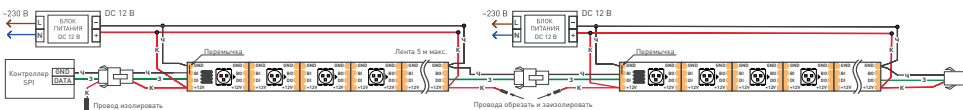
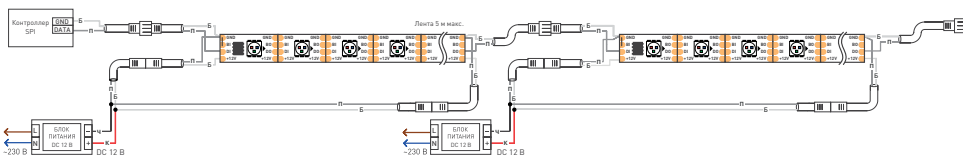

Рис. 1. Схема подключения лент SPI-5000 и SPI-5000SE
Рис. 2. Схема подключения лент SPI-5000P и SPI-5000PGS
Таблица для Рис. 1.
Таблица для Рис. 2.
- Подключите ленту в соответствии с выбранной схемой (рис. 1 или рис. 2). Соблюдайте полярность подключения и направление передачи сигнала (вход/выход). Обращайте внимание на маркировку, нанесенную на печатную плату и на цвета соединительных проводов.
- Подключите ленту согласно схеме (рисунок 1).